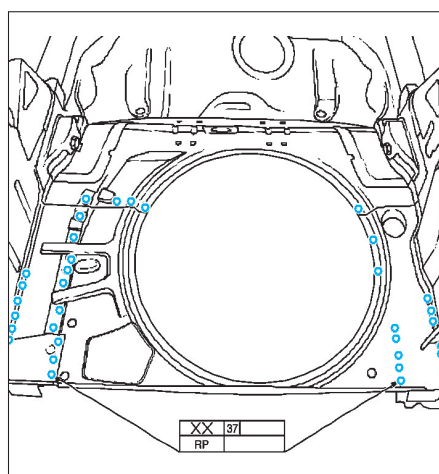

FIG. 127
- Souder par point le plancher (fig. 127).